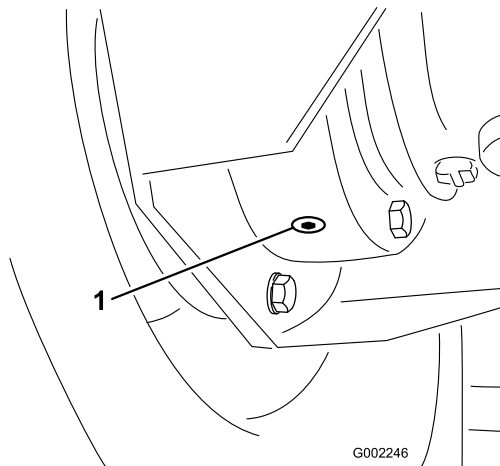

Figura 81
4. Coloque un recipiente debajo del tapón de vaciado interior y retire el tapón (Figura 81).